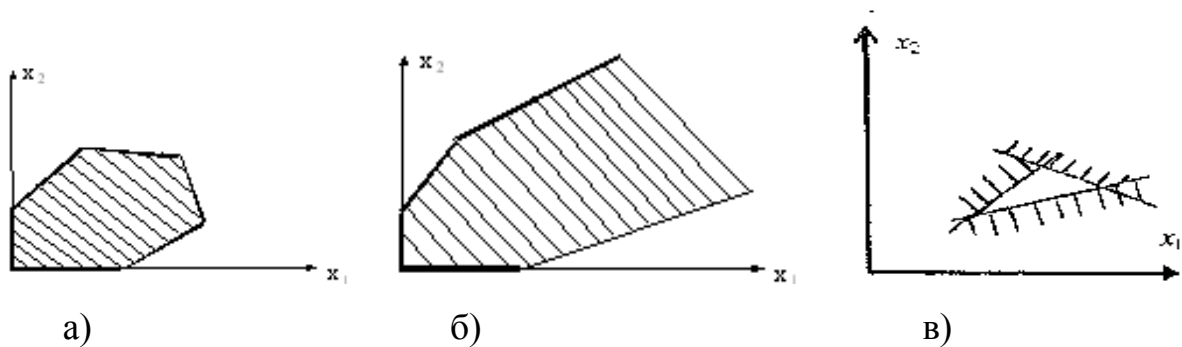

Рис. 3
1. Основний випадок - область, має вигляд обмеженого опуклого багатокутника (рис.3-а).
2. Неосновний випадок - необмежений опуклий багатокутник, що має вигляд, подібний до зображеного на рис.3-б. Одна частина багатокутника буде необмеженою.
Можливий випадок, коли нерівності суперечать один одному, і допустима область взагалі порожня (рис.3-в) - в цьому випадку задача ЛП не має рішення унаслідок порожнечі ОДР.